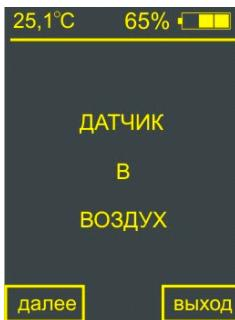

Рисунок 7
6.6 Нажмите кнопку НАСТР (кнопка В). Появится сообщение «ДАТЧИК В ВОЗДУХ» (см. рисунок 7).